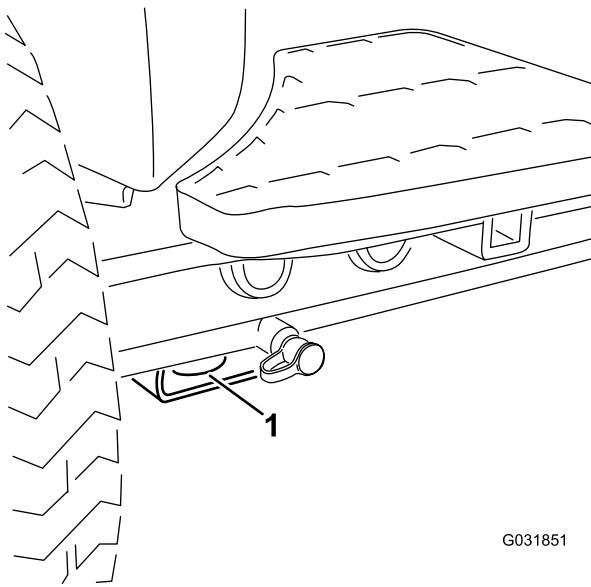

Figura 55
- **Danteira da máquina** – o orifício na pastilha retangular, por baixo do tubo do eixo, dentro de cada pneu dianteiro (Figura 55).